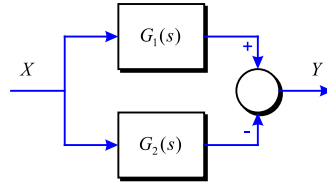

Figura 2-1
**Problema 13** Trobeu la funció de transferència del sistema de la Figura 2-1 si: